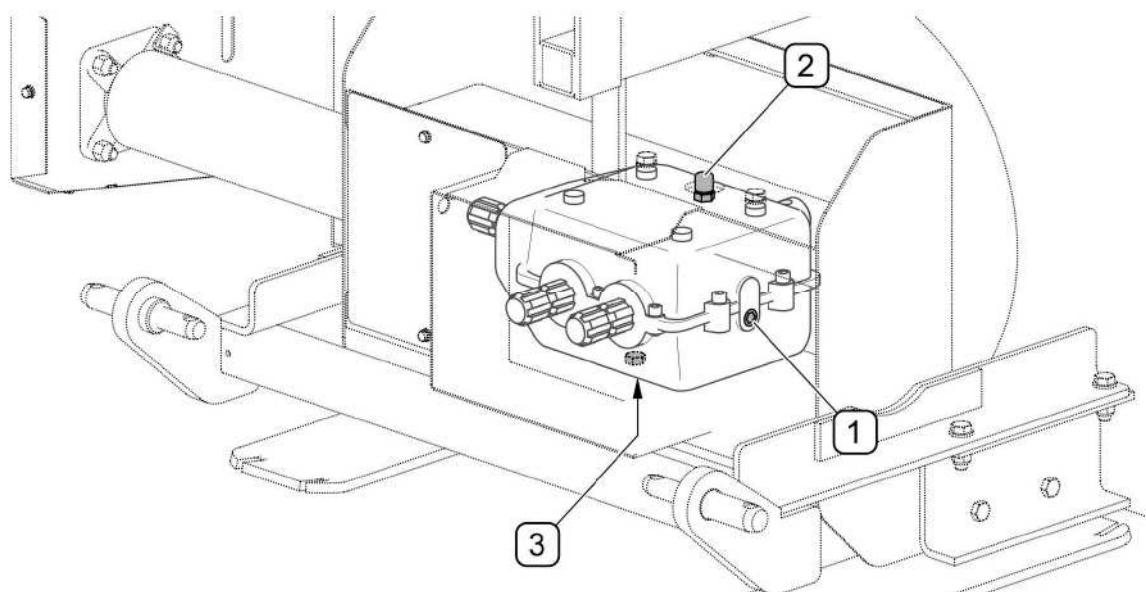

РИСУНОК 5.1 Проверка и замена масла в угловой передаче
- отвинтить контрольную пробку (1) (РИСУНОК 5.1),
- уровень масла должен достигать нижнего края отверстия пробки (1),
- в случае необходимости долить масло через заливную пробку (2)
Замену масла нужно производить сразу же после работы, пока передача еще горячий, а возможные загрязнения смешались с маслом. С целью замены масла в передаче (РИСУНОК 5.1) необходимо: